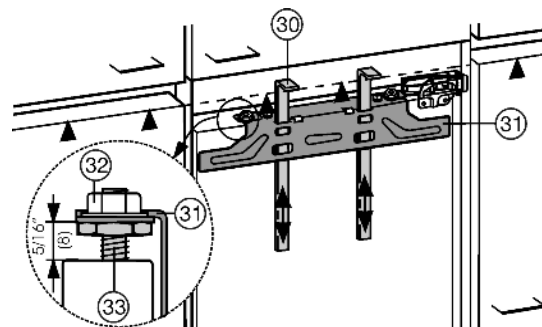

Fig. 19
- ▶ Montagehjælpen *Fig. 19 (30)* skubbes op på møbeldørens højde. Montagehjælpens nedre anslagskant ▲ = overkant af den møbeldør, som skal monteres.
- ▶ Montagetraversen *Fig. 19 (31)* skrues af ved hjælp af kontramøtrikkerne *Fig. 19 (32)*.